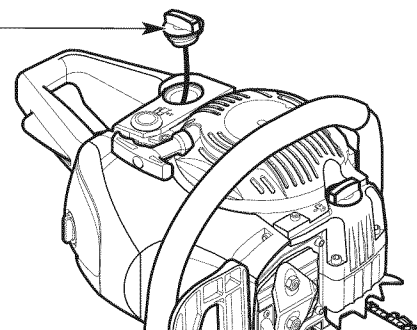

Fig. 2
2. Quítele la tapa al tanque (Fig. 2).